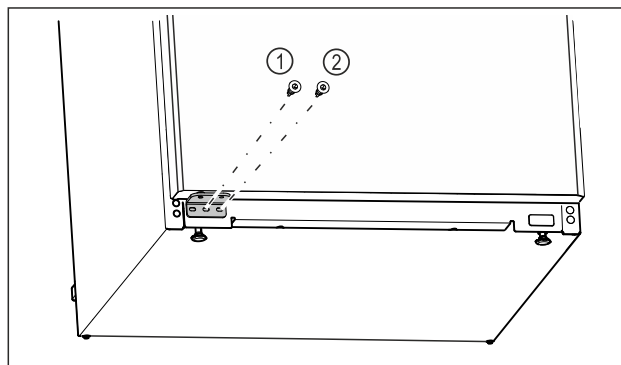

Fig. 23
- Przykręcić środkową śrubę płytki zawiasu Fig. 23 (1) śrubokrętem Torx 20.
- Przykręcić wewnętrzną śrubę płytki zawiasu Fig. 23 (2) śrubokrętem Torx 20.